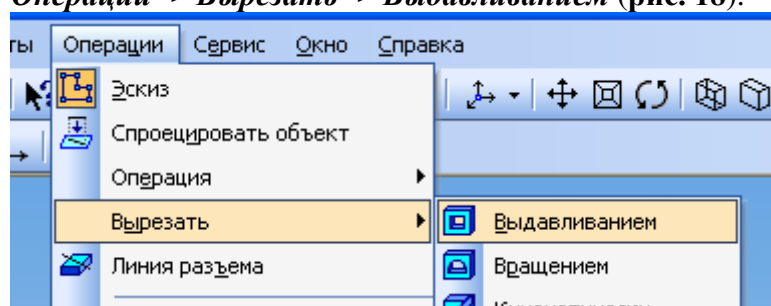

Рис. 18
16. Построения завершаете также в «*режиме редактирования эскиза*». Нажимаете **Операции -> Вырезать -> Выдавливанием** (рис. 18).